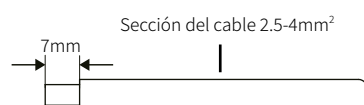

Fig. 37. Pelado del extremo del cable.
- b. Pelar 7 mm. del manguito de aislamiento del cable de DC, tal como se muestra en la Fig. 37: